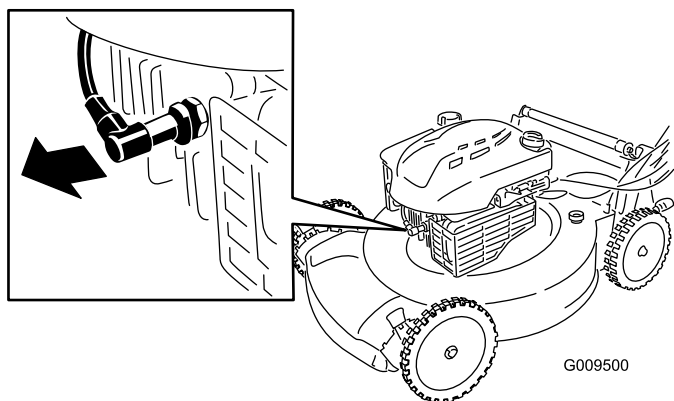

Figura 17
2. Desconecte el cable de la bujía (Figura 17) antes de realizar cualquier procedimiento de mantenimiento.